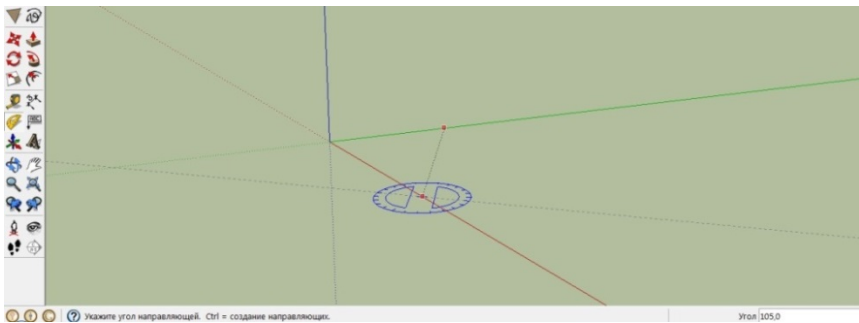

Рисунок 4.3
3. Обертаючи кутомір і орієнтуючись за показниками в рядку стану, клацаємо кнопкою миші третій раз і задаємо положення другої направляючої лінії (другої сторони кута), яка залишається на моделі, як опорна для майбутніх побудов (рис. 4.3).